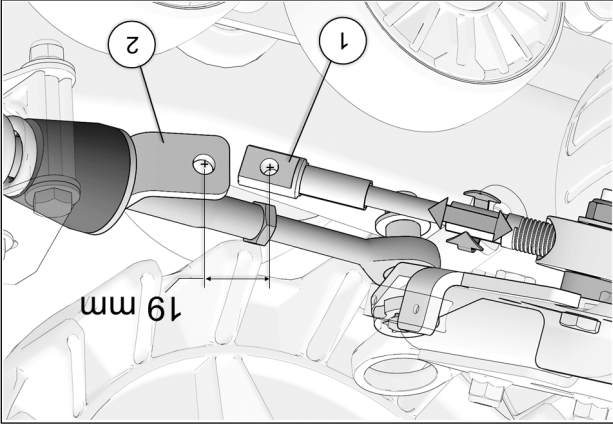

Fig. 24
13. Tourner le volant du véhicule au maximum de la course du côté gauche. En maintenant une pression au volant, ajuster le câble (en vissant ou dévissant pour ajuster la longueur). Voir la Fig. 24
14. Obtenir une distance de 19 mm [ $\frac{3}{4}$  po.] du centre de l'extrémité du câble (1) au centre de l'extrémité du support de fixation (2). Voir la Fig. 24